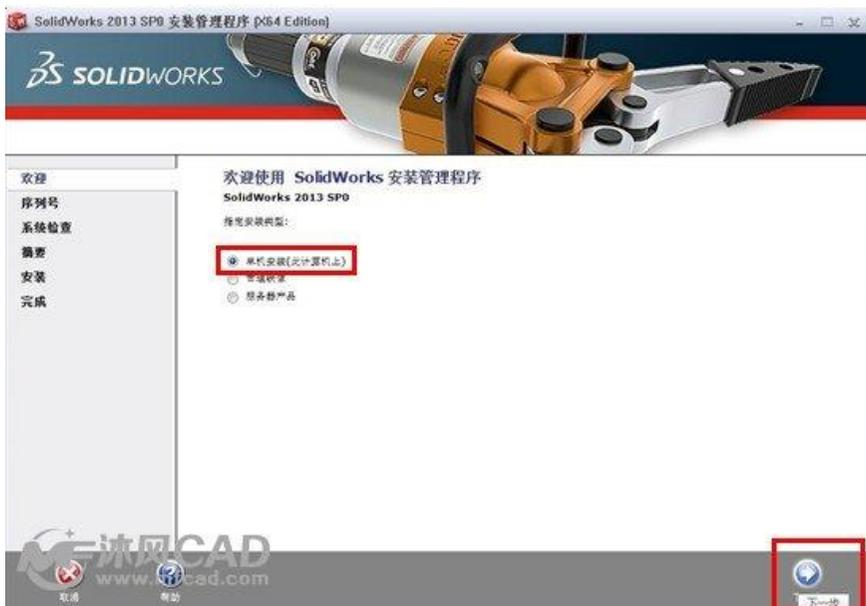

图 1.1 “Solidworks 软件安装管理程序”对话框
(1) 将 Solidworks 软件安装光盘装入光盘驱动器。
(2) 在“我的电脑”中查看光盘中的文件，找到并双击其中的“setup.exe”文件，打开“Solidworks 软件中的安装管理程序”对话框，选择“中文（简体）”选项，如图 1.1 所示。